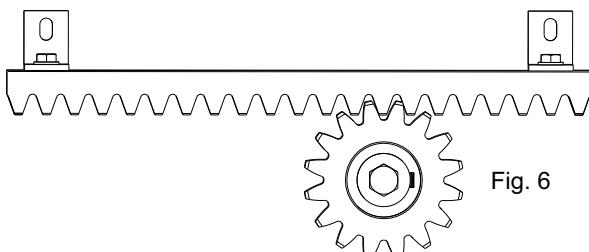

Fig. 6
5.3. apoyar el elemento de cremallera al piñón dentado del motoreductor en modo que resulte paralela la guia a nivel del suelo de la cancela y posicionandolo como en Fig. 6 ejecutar los agujeros en correspondencia de los agujeros de los soportes a L en la parte alta del ojal y fijar la hoja con lostornillos en dotación.